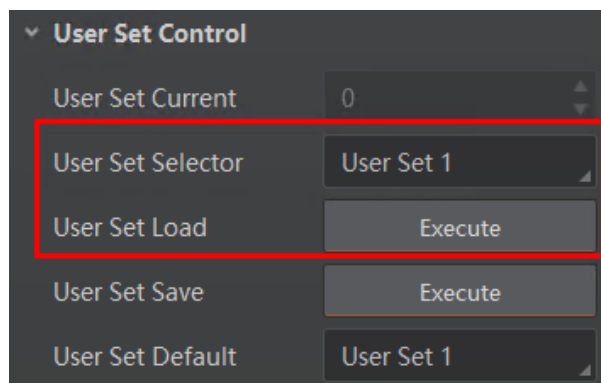

图8-3 加载参数设置
- 加载参数：在连接设备但不预览时，可对设备进行加载参数的操作。通过 *User Set Selector* 参数下拉选择其中一套参数，点击 *User Set Load* 处的 *Execute*，即可将选择的一套参数加载到相机中，如图 8-3 所示。